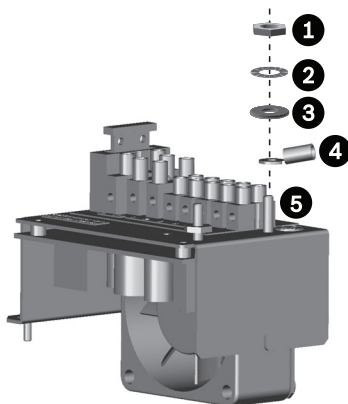

Figure 5.7 Mise à la terre de sécurité
- Une cosse est fournie pour raccorder le fil de terre de sécurité externe au contact de mise à la terre au niveau du support PCB. Voir *Figure 5.7*.
- Reconnectez les fils de terre dans l'ordre indiqué dans l'illustration *Figure 5.7*: